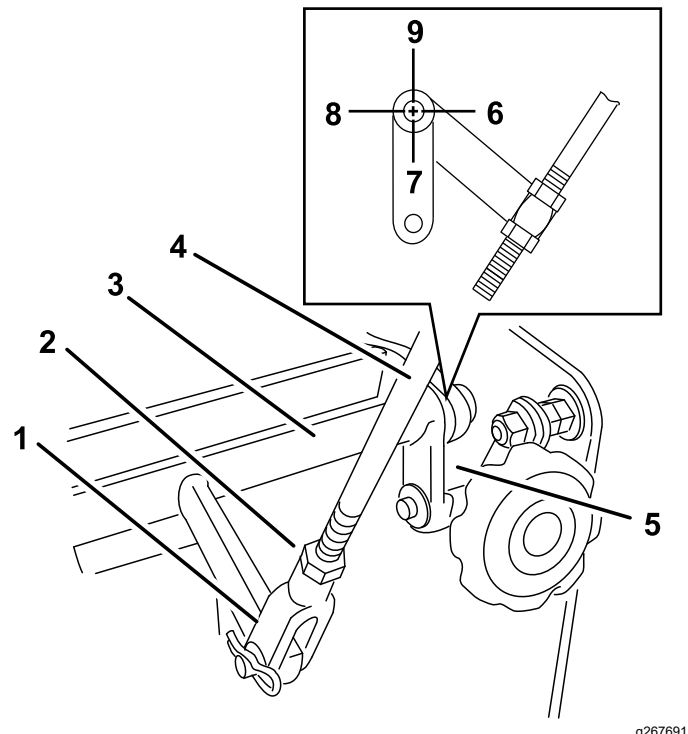

Figura 29
Le linguette devono puntare direttamente verso il basso, circa a ore 6, come illustrato nella Figura 29.
5. Regolate la forcella filettata nella parte inferiore della tiranteria del comando della velocità, fino a quando le linguette non sono in posizione a ore 6 (Figura 29).